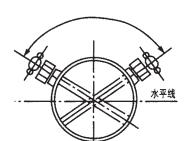

图 5.2
2) 测气体的流量 对于垂直管道，流量计可安装在管道水平面，沿周围  $360^\circ$  的任何位置上。而对于水平管道，流量计的引压接头必须位于管道中心线以上，如图 5.2 所示。